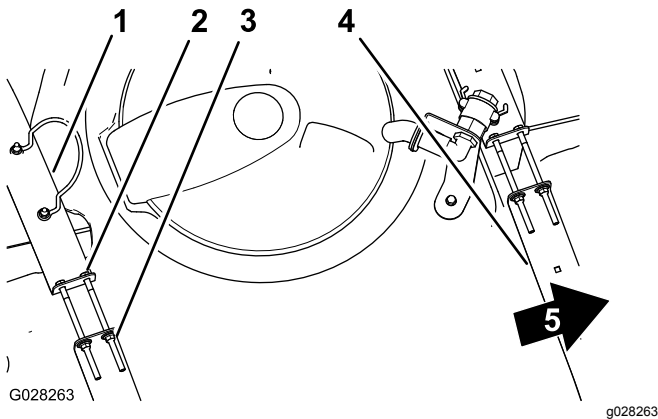

Figura 43
2. Verificate l'eventuale presenza di movimento tra le fasce del serbatoio e il serbatoio stesso (Figura 43).
3. Se le fascette del serbatoio sono lente, serrate i dadi di bloccaggio flangiati e i bulloni nella parte superiore delle fascette fino a quando non sono a livello con la superficie del serbatoio (Figura 43).